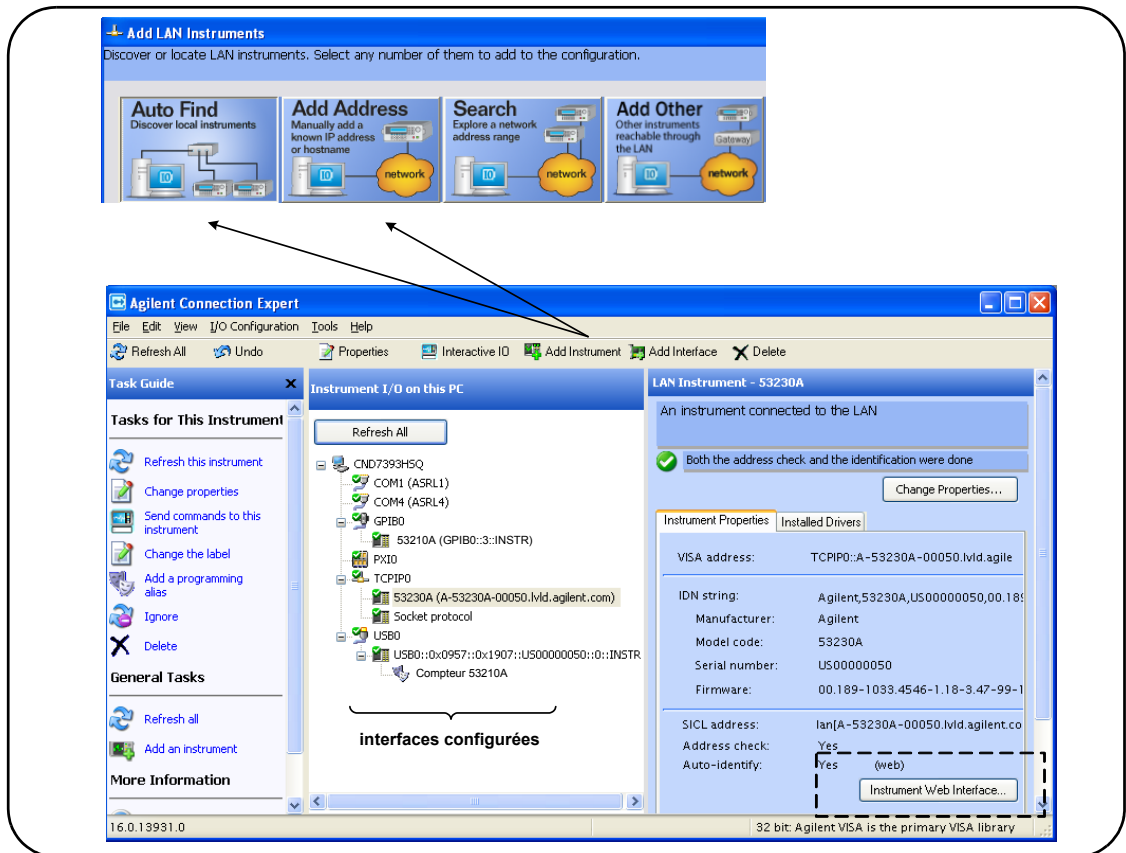

Figure 2-4. Fenêtre de l'interface d'Agilent Connection Expert
Agilent Connection Expert ouvre un écran et une fenêtre de bienvenue similaires à ceux illustrés dans la Figure 2-4. Les interfaces distantes configurées durant l'installation s'affichent dans la colonne gauche (volet **Explorer**) et leurs propriétés dans la colonne droite (volet **Properties**).
**Utilisation du protocole Sockets** Pour atteindre des performances optimales, les appareils ajoutés à la configuration LAN peuvent également utiliser le protocole **Sockets**. Pour recourir à cette connexion, sélectionnez **Add Address** dans le menu **Add Instruments** (Figure 2-4). Dans cette fenêtre, entrez le nom d'hôte et l'adresse IP de l'appareil et sous **Optional Socket Connection**, sélectionnez **Use socket connection** (Figure 2-5). Sachez qu'un appareil peut utiliser les deux types de connexion **VXI-11** et **Sockets** dans la configuration (Figure 2-4).
L'interface LAN est la **seule** interface d'E/S qui permette d'accéder à l'interface Web du compteur. Pour ouvrir l'interface Web, sélectionnez l'appareil LAN configuré (Figure 2-4), puis sélectionnez Instrument Web Interface... dans la fenêtre du Connection Expert.
L'appareil 53210A et l'ordinateur étant connectés via un câble USB, lancez Agilent Connection Expert (Figure 2-4) si ce n'est déjà fait. L'ordinateur doit en principe détecter la présence du périphérique USB. Si nécessaire, **cliquez avec le bouton droit** sur l'interface USB (USB0) et sélectionnez Refresh This Interface.
Le Connection Expert tente d'établir un chemin de communication vers l'appareil. S'il y parvient, l'appareil est ajouté à la liste des appareils USB configurés (Figure 2-4). L'adresse USB est visible sur le panneau avant du compteur, comme indiqué ci-dessous.
Pour ajouter des appareils à l'interface GPBI, sélectionnez GPIB0, puis sélectionnez Add Instrument dans la barre d'outils du Connection Expert (Figure 2-4). Dans la fenêtre New GPIB Instrument (Figure 2-7), sélectionnez l'adresse GPIB du compteur (**remarque : adresse usine par défaut = 3**) et sélectionnez OK.
Si l'adresse GPIB est modifiée, la nouvelle adresse N'EST PAS mise à jour dans la fenêtre de l'interface du Connection Expert (Figure 2-4).